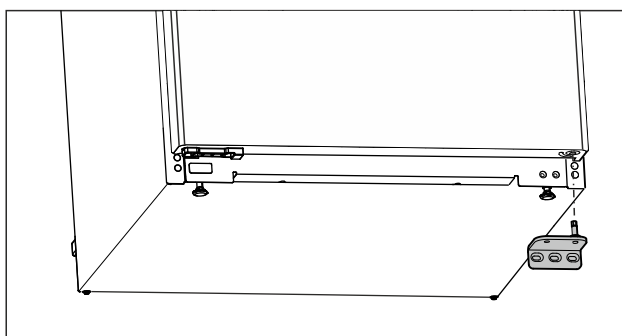

Fig. 11
- Ležajni podstavek snemite navzdol. (glejte Fig. 11)